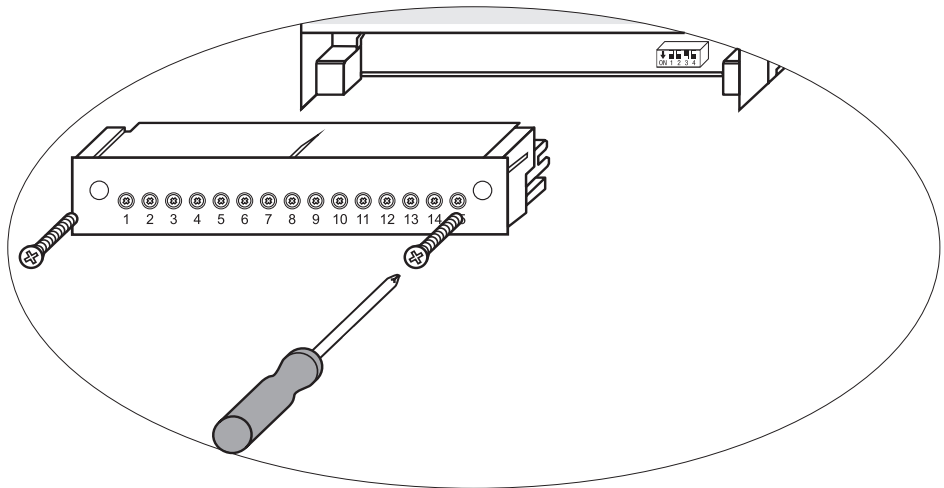

Fig. 47
- Schroef de linker en rechter bevestigingsschroeven los. Zie Fig. 47